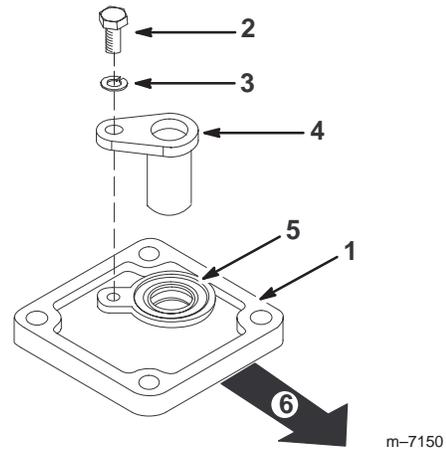

Figura 5
4. Montate il sensore dei denti degli ingranaggi con la vite (M6 x 1,00 x 12) e la rondella elastica (M6), come illustrato nella figura 5.